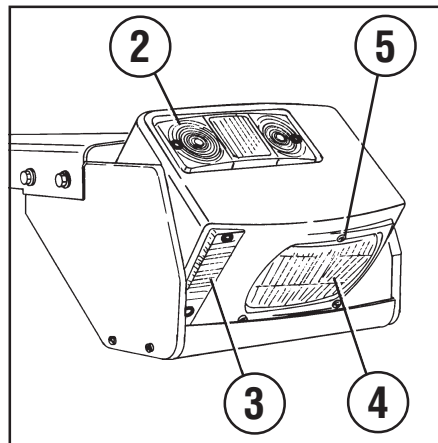

Fig. 59
- foretag justering ved hjælp af skrueene, der fastgør lygten (5 Fig. 59).
- **Forreste projektør** (4 Fig. 59)
- **Blinklys** (3 Fig. 59)
- **Baglygte** (2 Fig. 59)